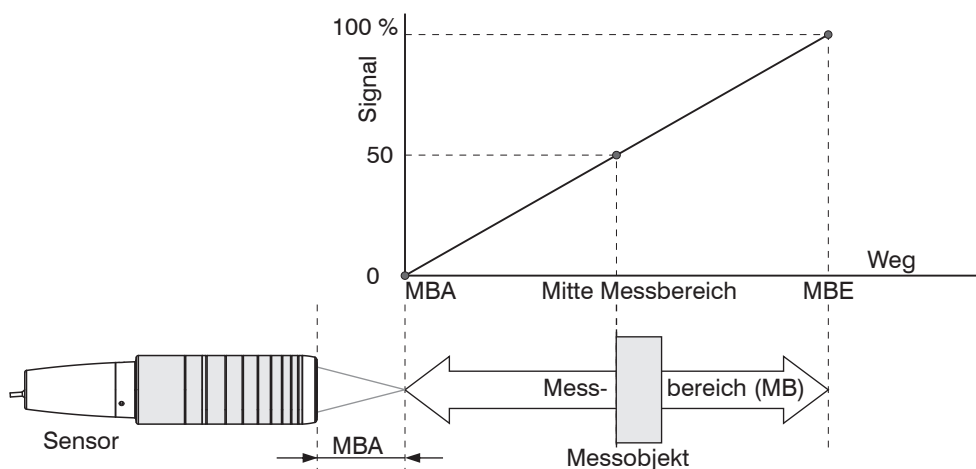

Abb. 6.5: Definition Messbereich und Ausgangssignal
- Positionieren Sie das Messobjekt in die Mitte des Messbereichs, siehe Abb. 6.5. Verändern Sie kontinuierlich die Messrate, bis Sie eine hohe Signalintensität erhalten, die aber nicht übersättigt ist.